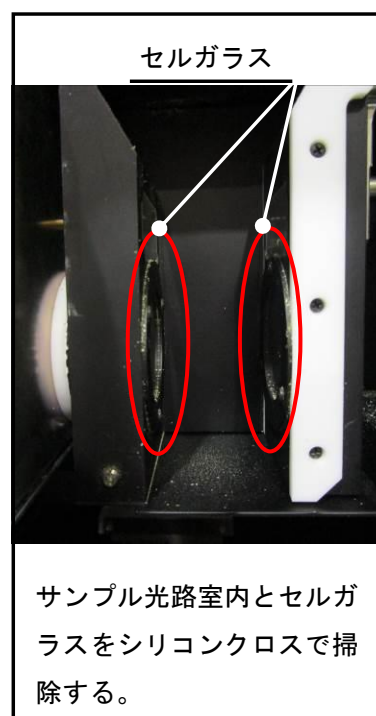

図3. サンプル光路室内
- (4) サンプル光路室内に付着したホコリと米ヌカを取り除きます(図3)。特に、セルガラスに汚れが付着した状態では正確な測定ができなため、注意してください。セルガラスは大変傷がつきやすいので、掃除には付属のシリコンクロス以外は使用しないでください。
- (5) 掃除が終了したら、サンプル光路室カバーを取り付け、メンテ扉を閉めます。